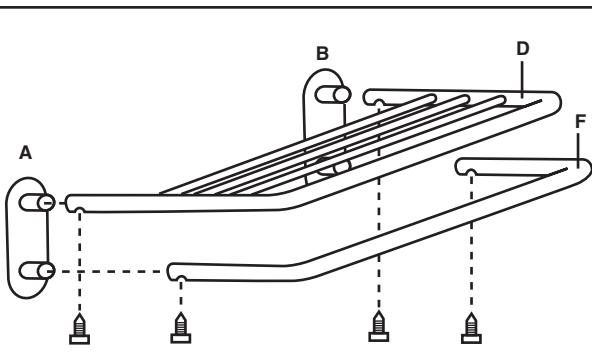

Figure 2
- 1** Mount towel shelf (D) by sliding open ends of tubing onto projecting fittings (C) on wall flanges (A and B). Secure towel shelf by inserting set screws (E) through the holes in the underside of the towel shelf near the wall flange and fasten set screws until the screw heads are flush. (*see figure 2*)
- 2** Mount towel bar (F) below towel shelf in the same way as in step number 1. (*see figure 2*)
- 1** Fixer la tablette (D) en installant ses extrémités sur les raccords saillants (C) des brides murales (A et B). Assujettir en insérant les vis de serrage (E) dans les trous inférieurs de la tablette, près de la bride murale, et visser jusqu'à ce que la tête des vis ne dépasse plus. (*voir la figure 2*)
- 2** Fixer la barre (F) sous la tablette, comme il est décrit à l'opération précédente. (*voir la figure 2*)